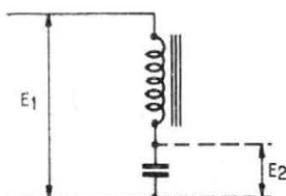

FIG. 2
b) calcul de la tension en  $E_2$  - figure 2.